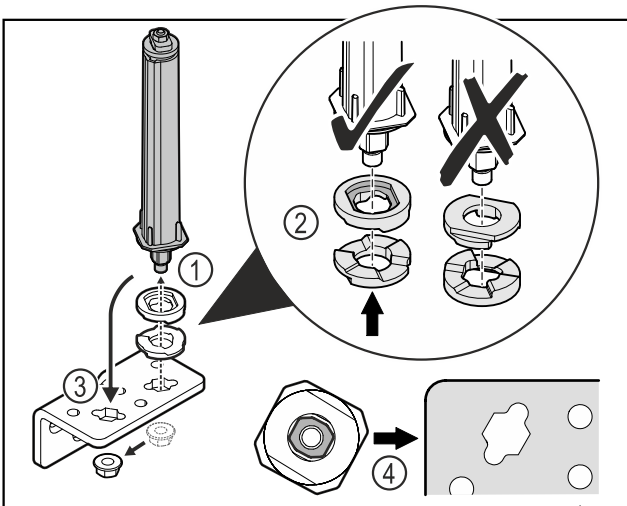

Fig. 27
- Atskrūvējiet uzgriezni un noņemiet durvju slēgšanas sistēmu Fig. 27 (1).
- Ievērojiet augstuma regulēšanas paplākšņu pareizo izvietojumu Fig. 27 (2).
- Pārlieciet durvju slēgšanas sistēmu lokāmajā kronšteinā un nofiksējiet ar uzgriezni Fig. 27 (3).
- Ievērojiet durvju slēgšanas sistēmas pareizo izvietojumu ievietošanas laikā Fig. 27 (4).